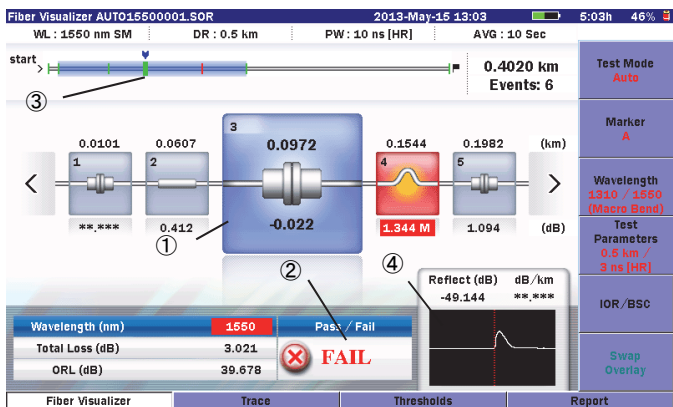

図4 Fiber Visualizer 画面例
図4に示すように、Fiber Visualizerの画面は、①イベントアイコン、②合否判定結果、③ファイバ全体図、④イベントのOTDR波形で構成した。本機能の最も大きな特徴である①のイベントアイコンはイラスト化したイベント種別、距離、そして伝送損失を一つのアイコンで表した。これにより作業が必要とするイベントの情報を簡単に確認できる。またロータリエンコーダによりイベントを移動させ、注目するイベントを拡大することでユーザ操作を直感的にした。
②の合否判定結果は解析したイベントの情報から判定する処理を追加し、これを画面下部に大きくPASSまたはFAILと表示した。これにより作業者はイベントの情報とOTDR波形を解析することなく作業結果の良否が確認できる。またFAILと判定した場合には問題となるイベントのアイコンを赤色で表示し、どのイベントが問題か容易に分かる。
③のファイバ全体図では各イベントを棒グラフ上に、その良否で色付けたマーカで図示した。こうすることでイベントの位置関係が一目で把握でき、実際の光ファイバケーブル上の故障箇所を探索するスピードの向上が狙える。
④のOTDR波形は、イベント種別と測定波形をリンクし確認できるように、画面右下に選択しているイベントの波形を拡大して表示させた。この表示によって光コネクタの反射や曲げといった障害がOTDR波形でどのように現れるか確認でき、光ファイバやOTDRを取り扱ったことがない作業者が自身で故障診断ができる知識の向上が図れる。なお、画面下部のTraceキーを押下することで全体のOTDR波形を確認することも可能である。